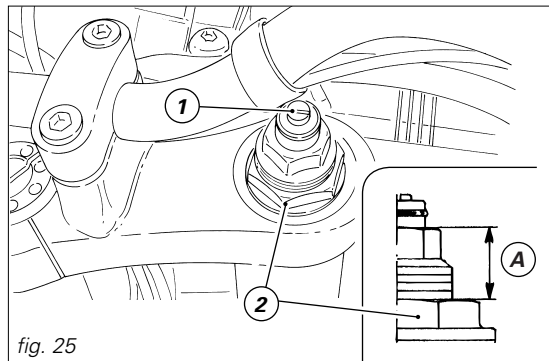

fig. 25
- 1) (fig. 25) per modificare il freno idraulico in estensione;
- 2) (fig. 25) per modificare il precarico delle molle interne;